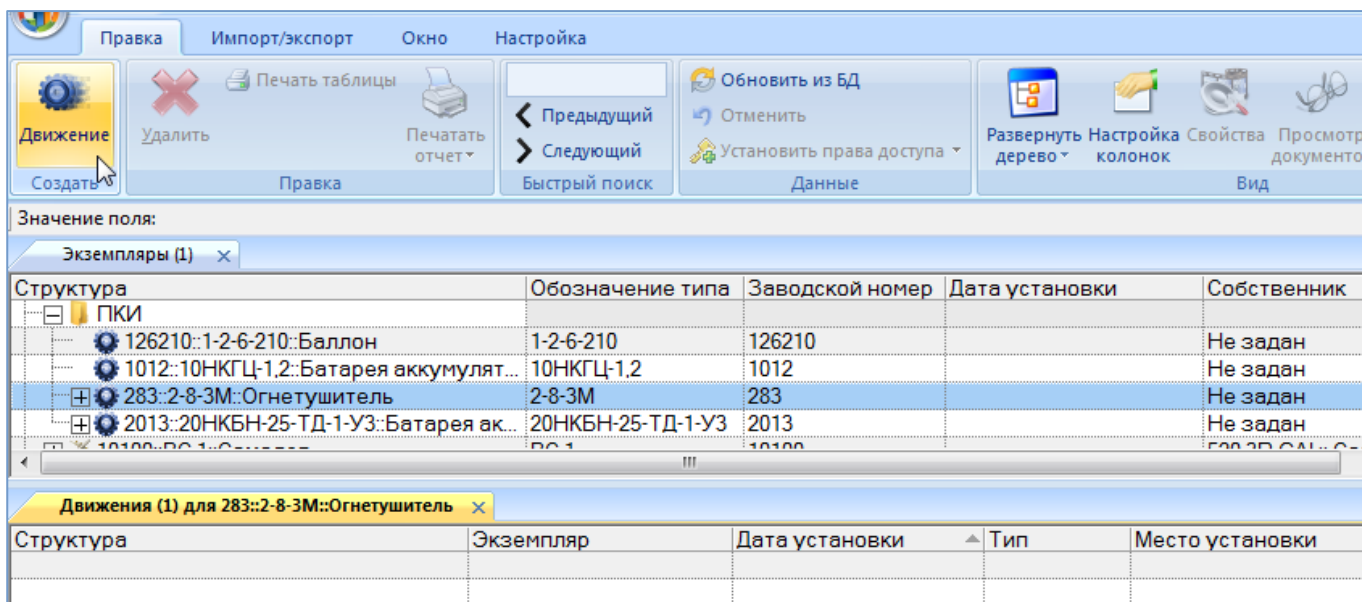

Рис. 13-156 – Создание движения экземпляра ПКИ
4) Перейти в открывшееся окно связанных объектов «Движения ПКИ в эксплуатации» и нажать кнопку «Движение» панели «Создать» (рис. 13-156).